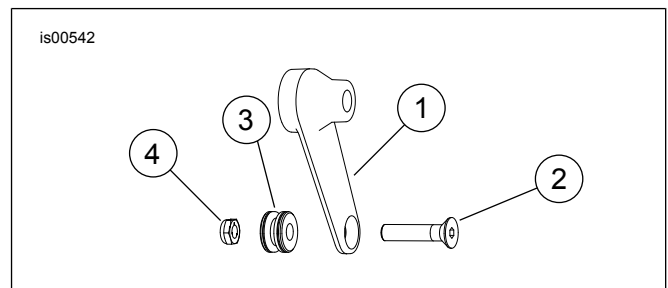

Figura 2. Armado del brazo de tres puntos
2. Vea la Figura 2. Arme un tornillo de cabeza plana de 3/8 x 1-1/4 (2), el punto de acoplamiento (3) y la tuerca de seguridad (4) en cada espaciador de amortiguador (1) como se muestra. Apriete a 28–37 N·m (21–27 ft-lbs).